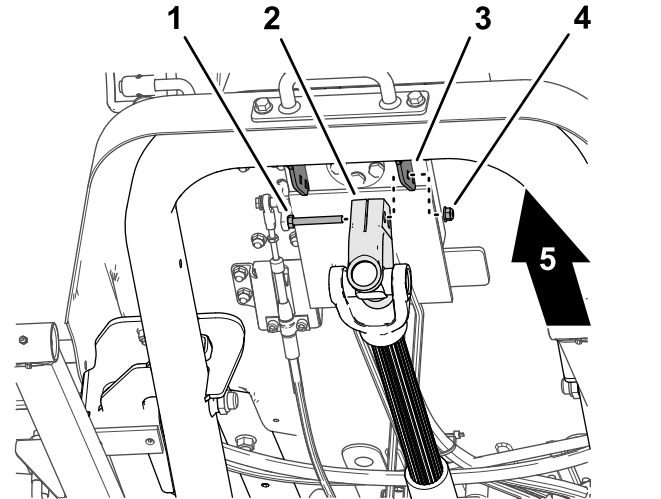

Figura 17
1. Sujutando el árbol de transmisión, retire el tornillo y la contratuerca que sujetan la horquilla del árbol de transmisión al soporte de la válvula de dirección (Figura 17), y baje con cuidado el árbol de transmisión.